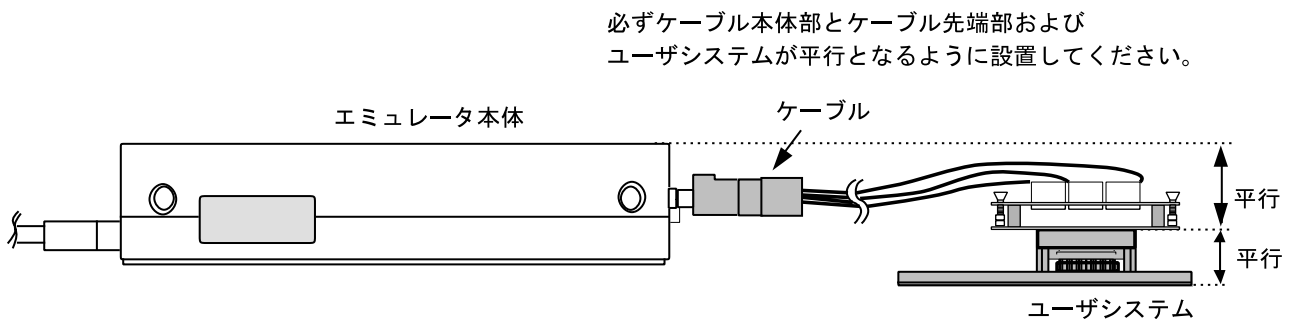

図11 設置例
- (1) ユーザシステムへの接続時には1ピン位置に十分注意して、誤接続は絶対にしないでください。
- (2) 本ユーザシステムインタフェースケーブルを使用する場合の推奨マウントパッド寸法は、MCU実装用マウントパッド寸法とは異なりますので注意してください。
- (3) 本ユーザシステムインタフェースケーブルはHS2633EPI61Hエミュレータ専用ですので、他のエミュレータ本体には使用しないでください。
- (4) ケーブル本体部が断線する可能性がありますので、本ユーザシステムインタフェースケーブルの上に重いものや金属等の角の尖ったものを置かないでください。
- (5) ユーザシステムに接続した状態では、ユーザシステムインタフェースケーブル、特にケーブル先端部に無理な力が加わらないように注意する必要があります。図11の設置例を参照してご使用ください。